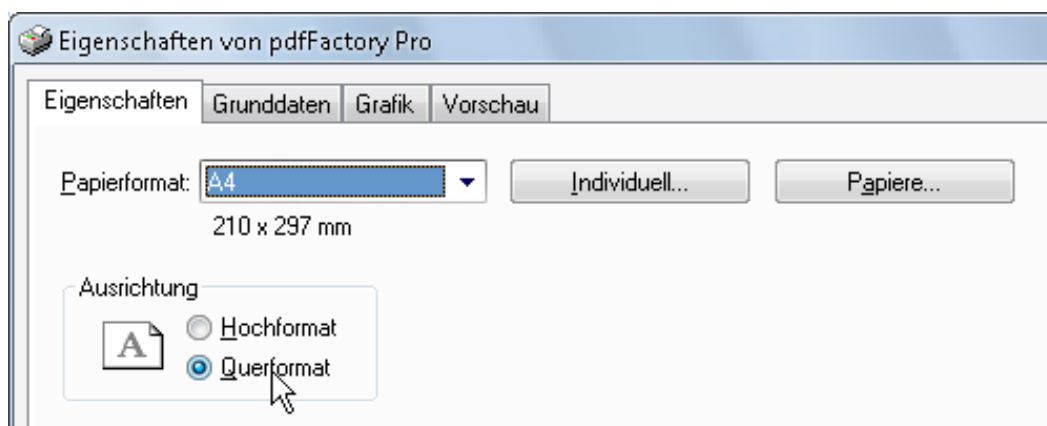

Bild 1.4 – Das Standard-Druckblatt wird im Querformat ausgegeben.
- Stellen Sie auf der Registerkarte *Eigenschaften* die *Ausrichtung* auf *Querformat* ein (Abb. 1.4).